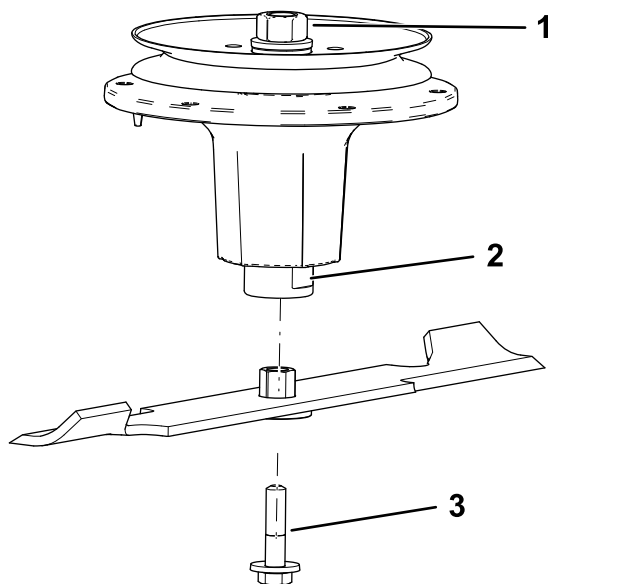

Figura 103
2. Instale el conjunto de buje/cuchilla en el eje (Figura 103).